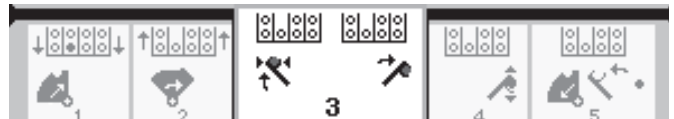

Bild 39
6. Lassen Sie die Taste/ den Kippschalter los, um mit dem nächsten Schritt in der Folge fortzufahren (Bild 39).